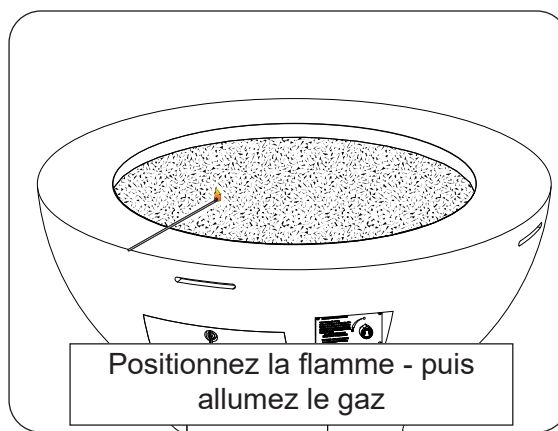

Fig. 40-1
3. Allumez une allumette à longue tige ou un briquet au butane à long col et placez la flamme contre la surface du support décoratif près du brûleur (Fig. 40-1).